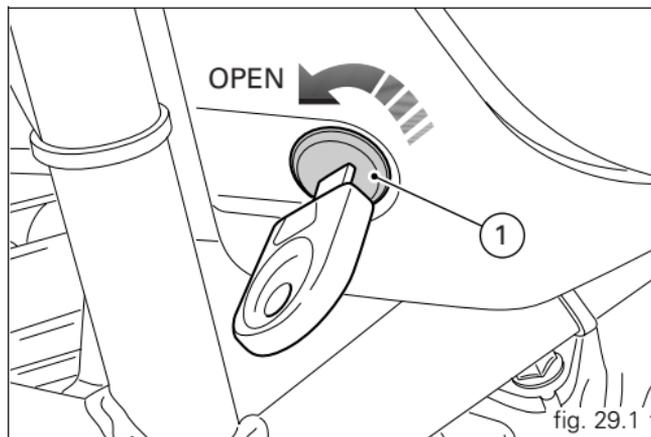

fig. 29.1
Para abrir a porta do compartimento porta-documentos, introduza a chave na fechadura (1) e rode-a no sentido contrário ao dos ponteiros do relógio até sentir o desengate dos trincos (fig. 29.1).